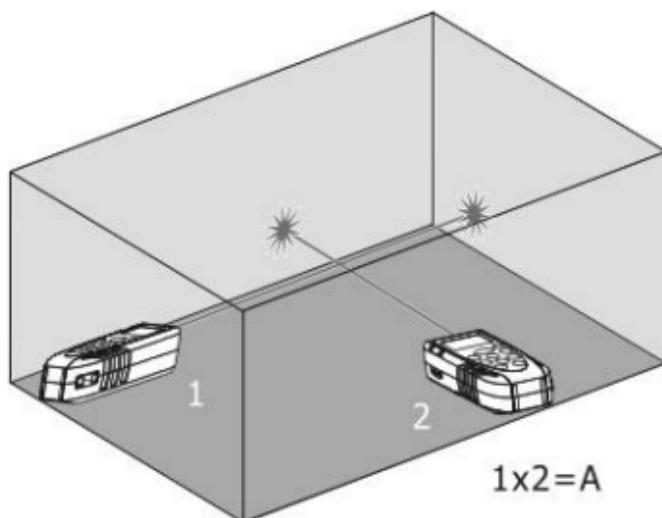

Fig. 5 : Exemple de mesure d'Aire
3. Appuyer sur la touche pour exécuter la première mesure (longueur) de la surface en question (voir Fig. 5). La valeur correspondante est insérée dans le premier écran partiel. Le symbole « » s'affiche à l'écran avec côté « 2 » clignotant.
4. Appuyer à nouveau sur la touche pour exécuter la deuxième mesure (largeur) de la surface en question (voir Fig. 5). La valeur correspondante est affichée au deuxième écran partiel, tandis que la valeur totale de l'aire (mise à jour) est reportée dans l'écran résultant.